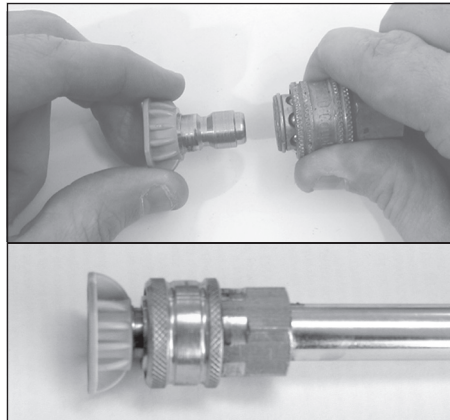

Figura 12 - Instalación de la boquilla de conexión rápida
6. Instale la boquilla de conexión rápida halando hacia atrás el anillo retráctil y presione la boquilla hacia adentro. Suelte el anillo, asegúrese de que vuelva por completo a su posición hacia adelante y que la boquilla quede firmemente insertada (vea la Figura 12).